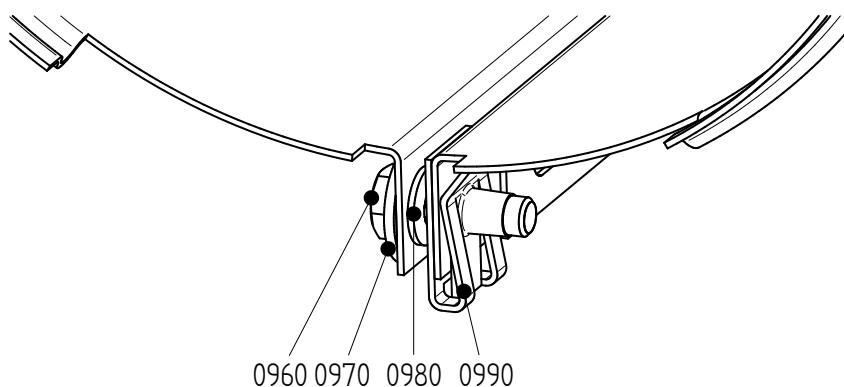

Рисунок 9: Установка кожуха.
- 1 Ослабьте затяжку болтов (0960). См. рисунок 9.
- 3 Закройте кожух и установите болт (0960). См. рисунок 9.
- 5 Закройте кожух и установите болт (0960). См. рисунок 9.